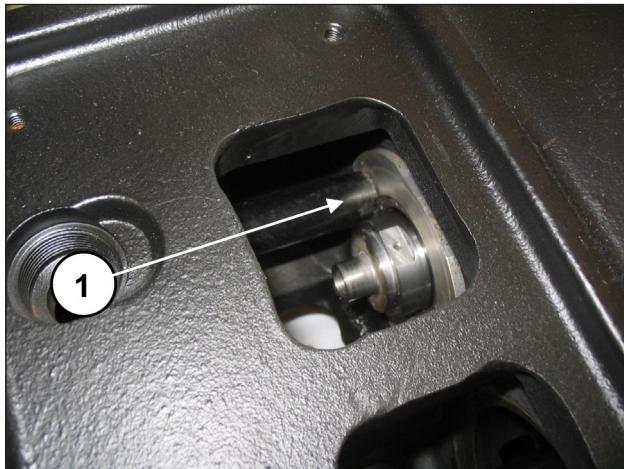
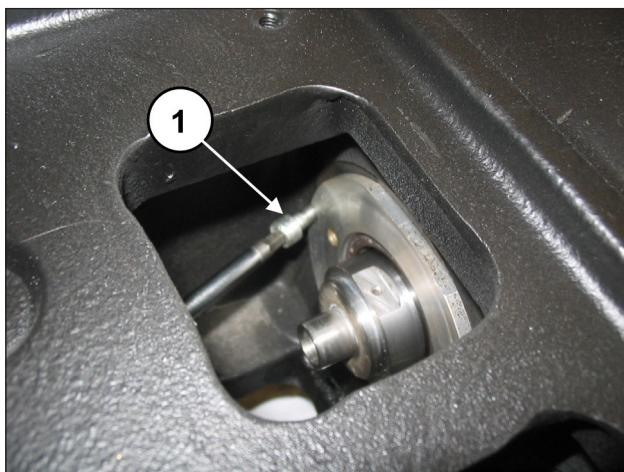

Abb. 177
Abb. 178
Überprüfen Sie den passgerechten Sitz des Deckels (Pos. ①, Abb. 177) und achten Sie darauf, nicht die Dichtlippe des Ölabbestreifring-Dekel zu beschädigen. Befestigen Sie die Ölabbestreifring-Deckel anhand von 2 Schrauben M6x14 (Pos. ①, Abb. 178).